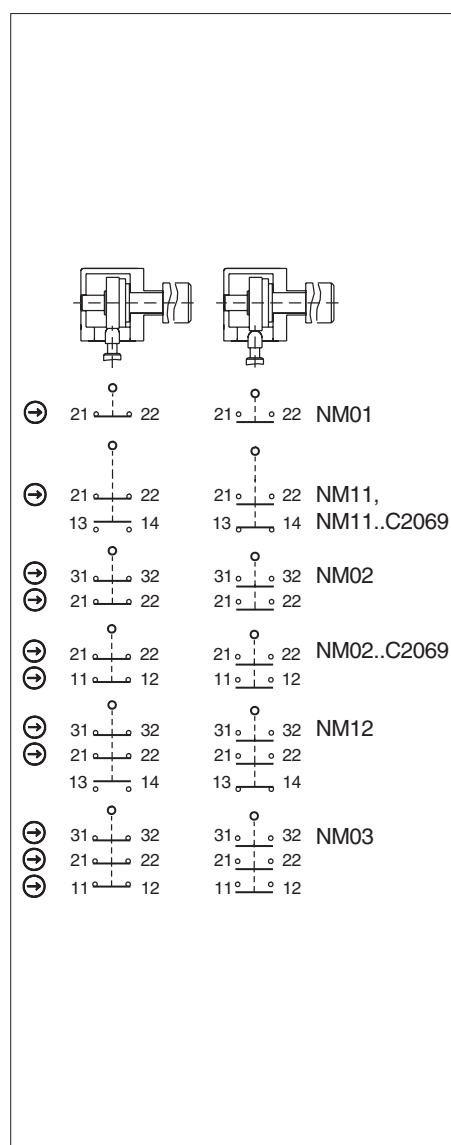

Bild 3: Schaltelemente und Schaltfunktionen
Es muss mindestens ein Kontakt \rightarrow verwendet werden. Dieser signalisiert die Stellung der Schutzeinrichtung (Kontaktbelegung siehe Bild 3).
3. Anschließen und Klemmen mit 0,5 Nm anziehen (Kontaktbelegung siehe Bild 3).